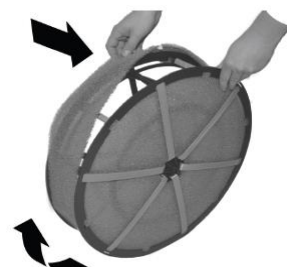

Рис. 27
10. Осторожно натяните новый наружный фильтр испарителя на барабане, не допуская разрывов (Рис.27).